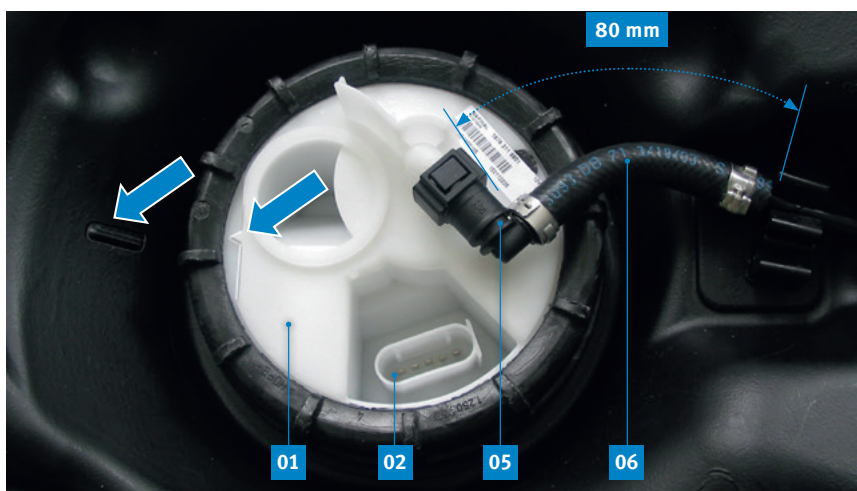

Fig. 5: Coperchio della flangia del trasduttore di livello carburante
Collocare il modulo alimentazione carburante e il trasduttore di livello carburante nel serbatoio in modo che la freccia sul coperchio della flangia sia rivolta verso il contrassegno sul serbatoio (Fig. 5).
In caso di sostituzione del trasduttore di livello carburante (01) il flessibile (06) del tubo di mandata deve essere accorciato di ca. 80 mm, applicando inoltre il Quick Connector a 90° (05) in dotazione (fig. 5).